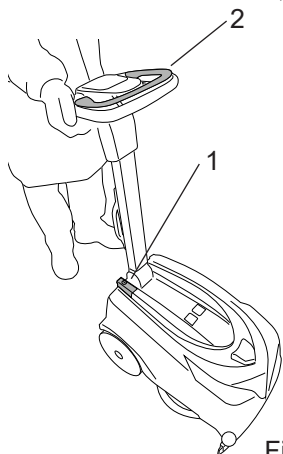
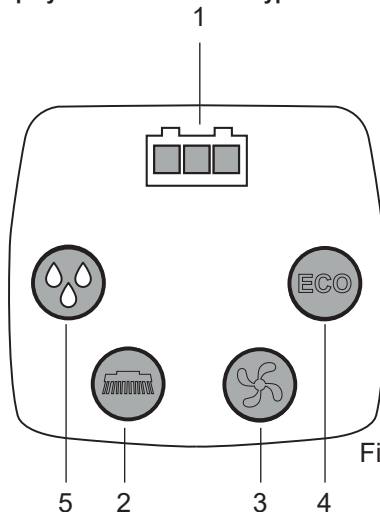

Fig.14
Fig.15
- Главный выключатель (рис. 14 - поз. 1): подключает и отключает электропитание всех функций машины.
- Индикатор электропитания (модель с питанием от сети) (рис. X - поз. X): желтый, указывает на то, что шнур электропитания машины подключен к сети и что главный выключатель был нажат (рис. 14 - поз. 1).
- Индикатор заряда аккумулятора (только для моделей с аккумулятором) (рис.15 - поз. 1): состоит из 3-х красных, желтых и зеленых светодиодов, которые отображают уровень заряда аккумулятора. Возможны следующие ситуации:
- Кнопка щетки (рис. 15 - поз. 2) включает (индикатор включен) и выключает (индикатор выключен) функцию «Щетка»; щетка начинает работать только после нажатия «Рычага управления щеткой» (рис. 14 - поз. 2).
- Кнопка всасывания (рис. 15 - поз. 3): включает (светодиод включен) и выключает (светодиод выключен) двигатель всасывания, который обеспечивает сушку обрабатываемого пола. Двигатель начинает работать только после активации с помощью «Рычага управления щеткой».
- Кнопка подачи раствора со световыми индикаторами (рис. 15 - поз. 5): включает (светодиод включен) и отключает (светодиод выключен) подачу моющего раствора с тремя различными уровнями подачи. Подача происходит только при работающей щетке.
- Кнопка ECO (рис. 15 - поз. 4): включает (светодиод включен) и отключает (светодиод выключен) работу в режиме ECO.